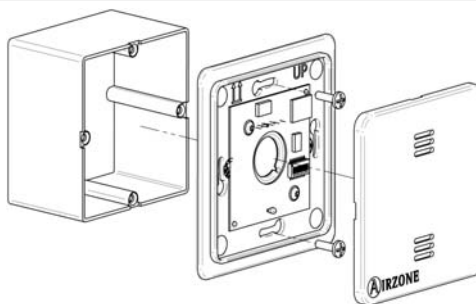

Fig. 24
- Termine colocando o ecrã sobre a traseira (Fig. 24).